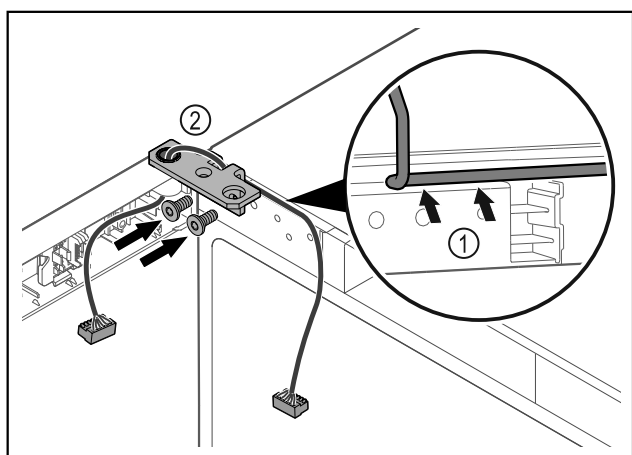

Fig. 41
- Guíe el cable a través del hueco del soporte de la bisagra y colóquelo con cuidado Fig. 41 (1).
- Atornille el soporte de la bisagra Fig. 41 (2).